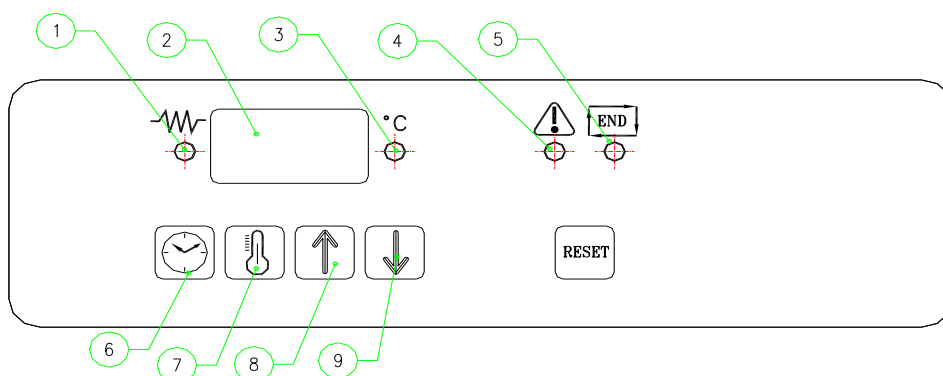

Fig. 4
- Aspettare che si accenda il dispositivo acustico o il led di fine ciclo (pos. 5 fig. 4) ed estrarre immediatamente il cassetto per evitare il surriscaldamento del film termoretraibile.
- L'operazione di termosigillatura non può avvenire prima che la piastra saldante abbia raggiunto la temperatura impostata (Led pos.3 acceso fig.4). La macchina non porta a termine il ciclo.